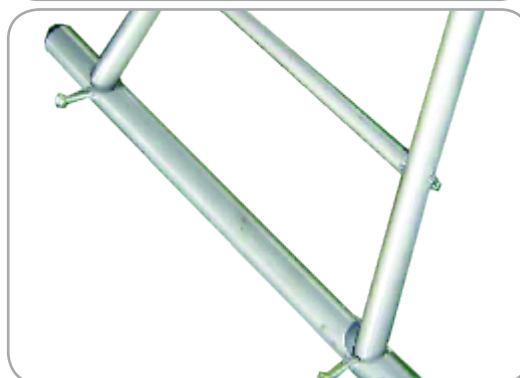

Fig.11
Conectați bara intermediară (B) între cele două coloane, apoi țeava (D) ce prezintă în zona de montare două decupaje speciale Fig.11.